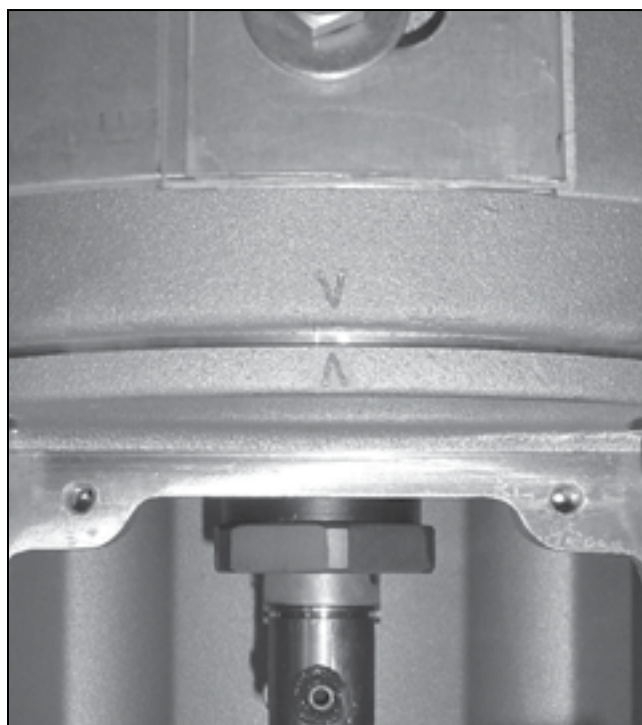

Figura 15. Marca de alineación de posición en la cámara interruptiva con la marca en la caja de transición.
- (d) Asegurarse que la marca de posicionamiento, en la parte inferior del interruptor, está alineada con la marca de posicionamiento de la parte superior de la caja de transición. Ver Figura 15.